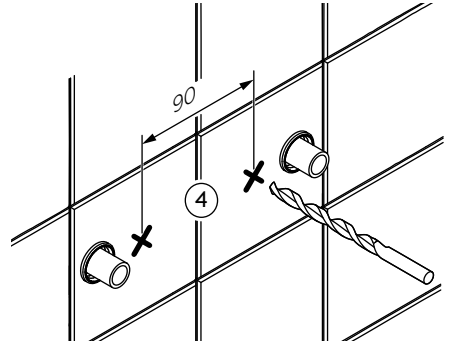

Fig. 1
4. Skruvinfästningar i våtzon 1 ska göras i betong eller annan massiv konstruktion, träreglar, träkortlingar eller i konstruktion som är provad och godkänd för infästning, till exempel skivkonstruktion. Se exempel på godkända konstruktioner på sakerkatten.se. Alla infästningar i våtzon 1 och 2 ska tätas, se "Fig. 1" eller "Fig. 2". Material för tätning ska fästa mot underlaget och vara vattenbeständigt, mögelresistent och åldersbeständigt.
4. The screw mountings should be of a sturdy design, for instance made of concrete, wooden studs, wooden nogging pieces or a design that has been tested and approved for mounting, e.g. pad design. All attachment points must be sealed. See "Fig. 1" or "Fig. 2". The sealant material must attach firmly to the underlying surface and be water-resistant, mould-resistant and non-ageing.